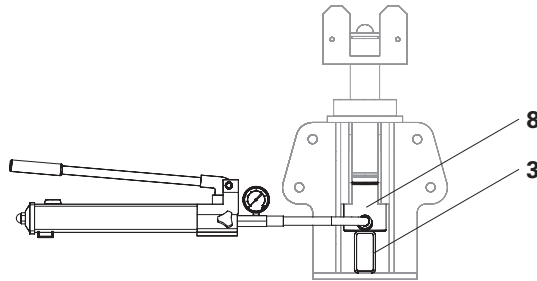

Fig. B1.15
(Fig. B1.15)
- Livello di abbassamento per passo limitato a max. 10 mm con la ghiera di regolazione (4). (Fig. B1.15)